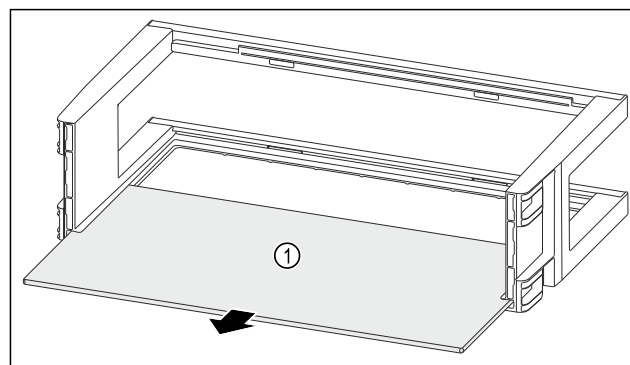

Fig. 141
- ▶ Abstellfläche Fig. 141 (1) entnehmen.